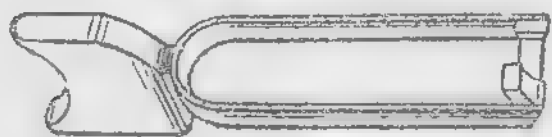

Рис. 66. Спуск со спусковой тягой.
**Спуск** (рис. 66) составляет одно целое со спусковой тягой. Он служит для отвода нижней части шептала назад при нажиме пальцем на спуск и для поднимания разобщителя кверху, когда тяга находится в переднем положении.